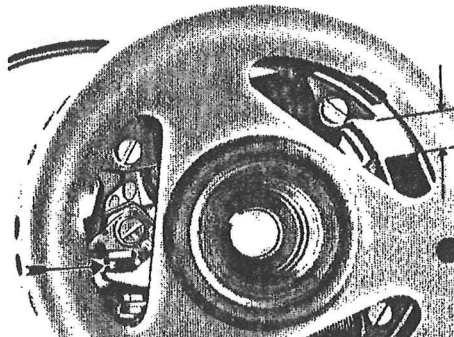

Figure 9
- nadat de juiste lichthoogte van de contactpunten is afgesteld (0,35-0,45 mm), wordt de zuiger in het bovenste dode punt gezet. Draai het vliegwiel nu linksom. Op het moment dat de contactpunten openen moet de afstand (A in fig. 9) tussen een magneet en de punt van de poolschoen 7-11 mm bedragen en de voorontsteking 1,8-2,2 mm.